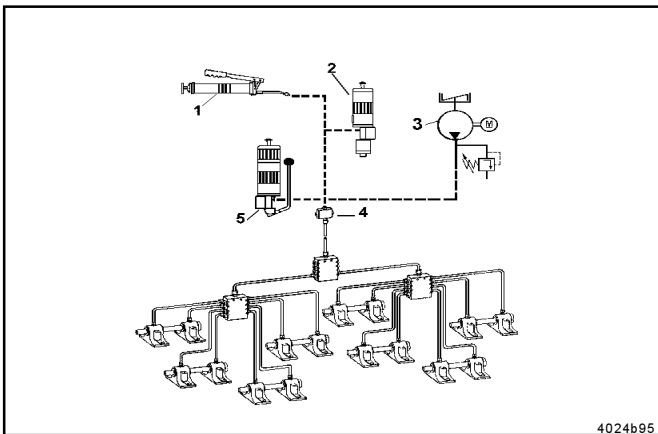

Abb.6: Anschlußmöglichkeiten von Pumpen
- In Verbindung mit Handpumpen, pneumatischen oder elektrischen Pumpen bilden Progressiv Verteiler einfache und kostengünstige Zentralschmieranlagen, siehe Abb. 6.